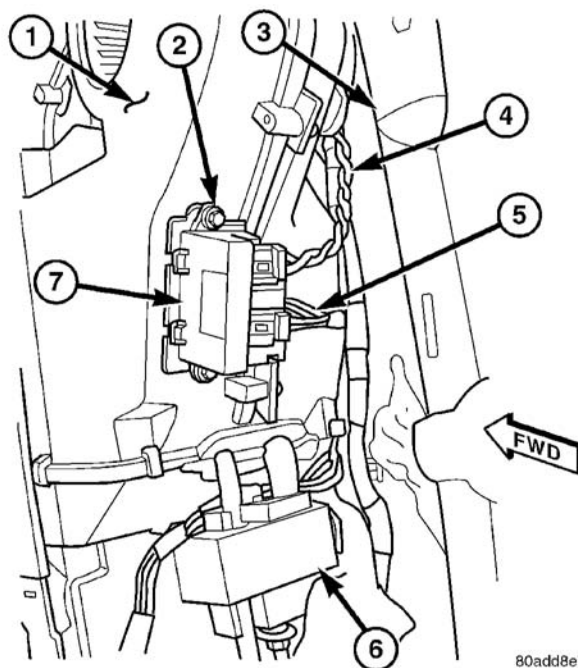

图 12 电源模块
- （3）从电阻接头插座断开用于鼓风机电源模块的后HVAC线束接头（图12）。